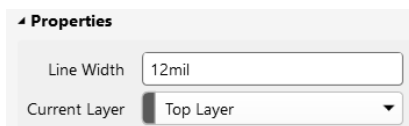

图 3-28 线条属性编辑面板
- （3）设置线条属性。双击需要设置属性的线条（或在绘制状态下按 Tab 键），系统将弹出相应的线条属性编辑面板，如图 3-28 所示。